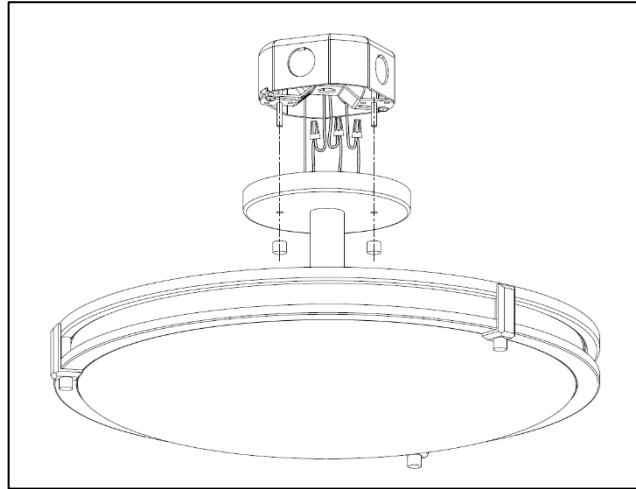

Figura 8
5. Utilice tuercas para cables para conectar: el cable negro de la luminaria al cable negro de la fuente de alimentación; el cable blanco de la luminaria al cable blanco de la fuente de alimentación; y el cable de tierra de cobre desnudo de la luminaria al cable de tierra de cobre desnudo de la caja de conexiones. (Si el cableado de su casa no incluye un cable de tierra, consulte el código eléctrico local para conocer los métodos de conexión a tierra aprobados). PARA UNA CONEXIÓN ADECUADA, COLOQUE LA TUERCA SOBRE LOS CABLES, GIRE EN SENTIDO DE LAS AGUJAS DEL RELOJ HASTA QUE QUEDE APRETADA. como se muestra en la *figura 8*.